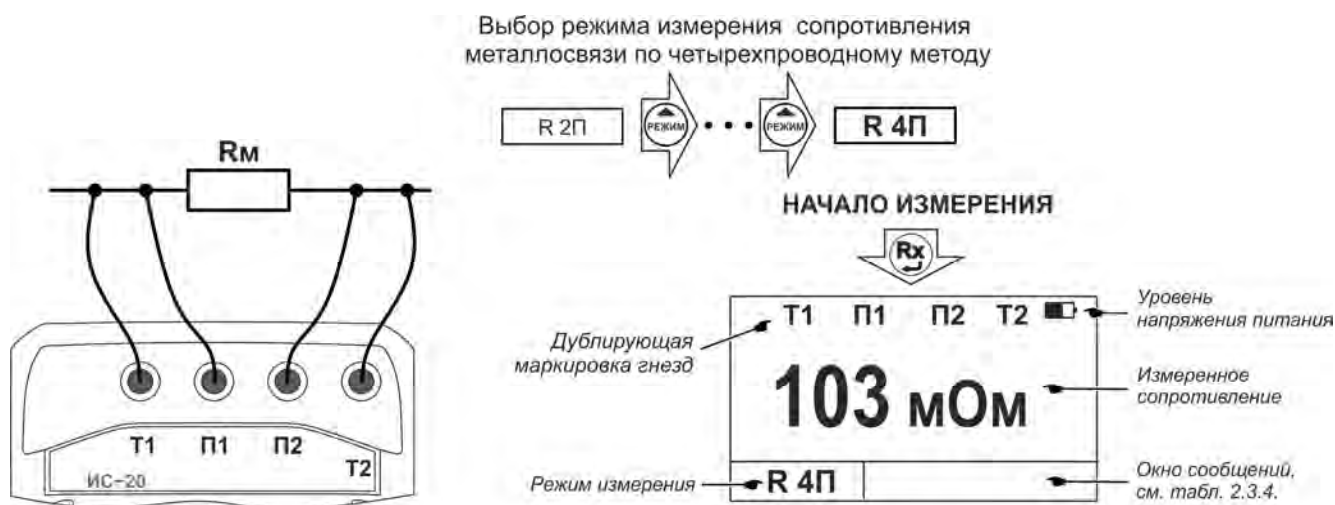

Рисунок 2.7 – Схема подключения и вид индикатора при четырёхпроводном методе измерения
Кнопкой  выберите режим измерения по четырёхпроводному (**R 4П**) методу. Подключите к измеряемому сопротивлению (R) кабели от гнезд T1 и П1 с одной стороны, а кабели от гнезд П2 и T2 с другой (рисунок 2.7). Убедитесь, что уровень напряжения помех не превышает допустимый.